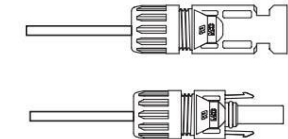

Figura 5.15 Conector con tuerca ciega atornillada
4. Inserte el conector de metal en la parte superior del conector y apriete la tuerca con un par de 3-4 Nm (ver figura 5.15).